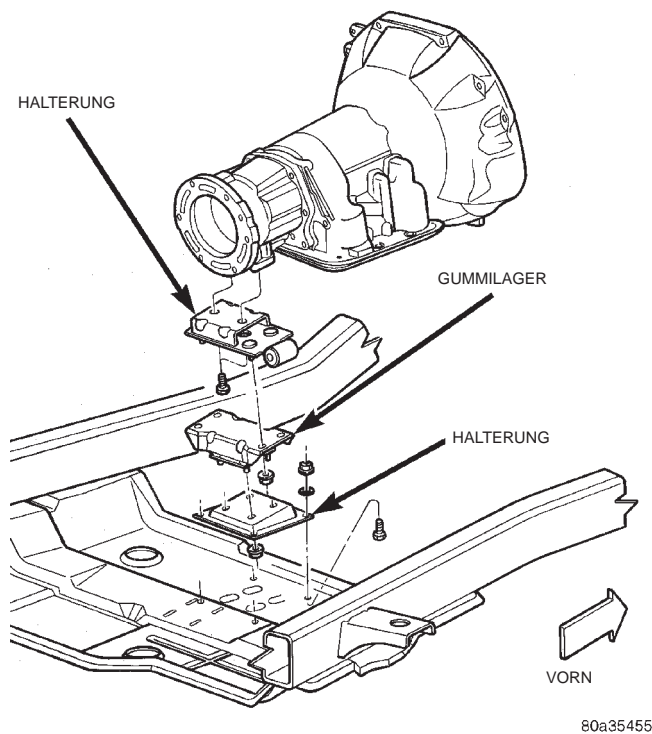

Abb. 25 Hintere Aufhängung (Automatikgetriebe)
(1) Batterie-Minuskabel (-) abklemmen.
(2) Fahrzeug anheben und Getriebe abstützen.
(3) Muttern herausdrehen, mit denen das Gummilager am Ölwanenschutz befestigt ist (Abb. 24) (Abb. 25).
(4) Schrauben/Ölwanenschutz herausdrehen und Ölwanenschutz herausnehmen.
(1) Muttern herausdrehen, mit denen das Gummilager an der Getriebehaltung befestigt ist (Abb. 25). Gummilager abnehmen.
(2) Schrauben herausdrehen, mit denen die Getriebehaltung am Getriebe befestigt ist.
(3) Getriebehaltung abnehmen.
(1) Getriebehaltung am Getriebe ansetzen und die Schrauben eindrehen. Die Schrauben mit einem Anzugsmoment von 54 N·m (40 ft. lbs.) festziehen.
(2) Gummilager an der Getriebehaltung ansetzen und Muttern aufdrehen. Muttern mit einem Anzugsmoment von 41 N·m (30 ft. lbs.) festziehen (Abb. 25).
(3) Wurde die Gummilagerhalterung vom Ölwanenschutz abgenommen, die Halterung am Ölwan-
(1) Ölwanenschutz an den Gewindebolzen der Gummilager ausrichten und die Muttern einbauen (Abb. 24) (Abb. 25). Die Muttern mit einem Anzugsmoment von 28 N·m (21 ft. lbs.) festziehen.
(2) Die Schrauben des Ölwanenschutzes am Schweller eindrehen und mit einem Anzugsmoment von 75 N·m (55 ft. lbs.) festziehen.
(3) Getriebehalterung abnehmen.
(4) Fahrzeug absenken.
(5) Batterie-Minuskabel (-) anschließen.